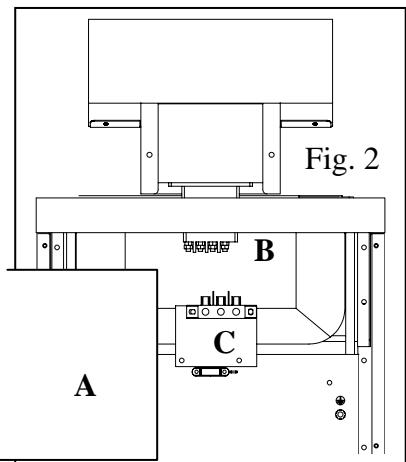

Fig. 2
**(FR)** Déposer les vis maintenant le capot arrière rep. A (fig. 2). Raccorder au bornier **B** suivant figures 2 & 3. Fixer le câble au moyen du serre câble rep. **C** (fig. 2).
**(GB)** Remove the screws that secure the rear cover, item A (fig. 2). Connect to terminal block **B** in accordance with Figures 2 & 3. Secure the cable by means of cable clamp, item **C** (fig. 2).
**(NL)** Verwijder de bevestigingsschroeven van achterpaneel **A** (fig. 2). Aansluiten op klemblok **B** volgens figuur 2 & 3. Bevestig de kabel met behulp van kabelklem **C** (fig. 2).